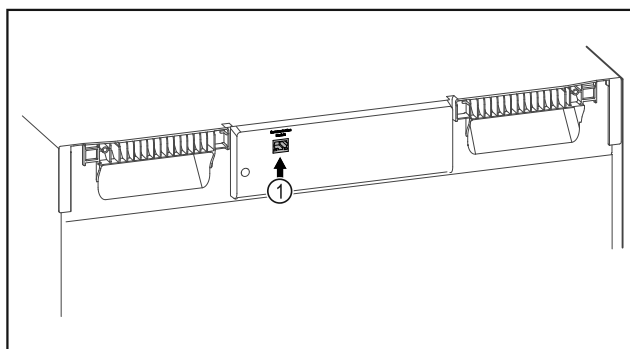

Fig. 142
- SmartModule *Fig. 142 (1)* ist eingesetzt.